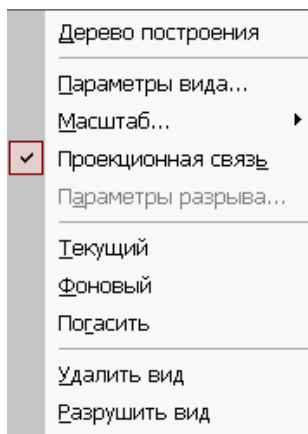

Рис.80 Контекстное меню вида
2. Поместите курсор внутрь рамки, нажмите правую кнопку мыши для вызова контекстного меню (рис.80).